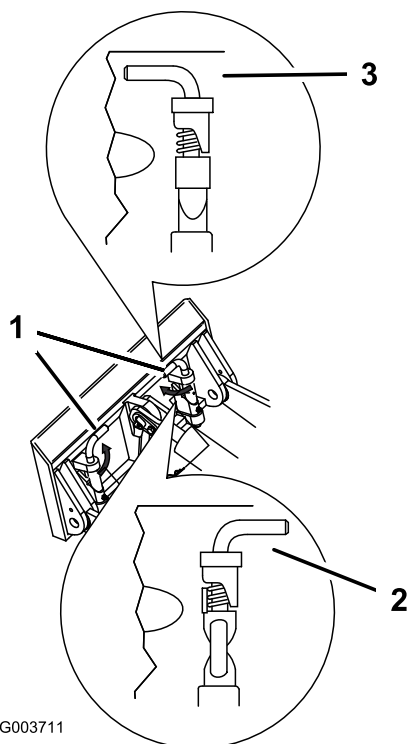

Figure 21
7. Engagez complètement les goupilles à fixation rapide dans la plaque de montage (Figure 21).